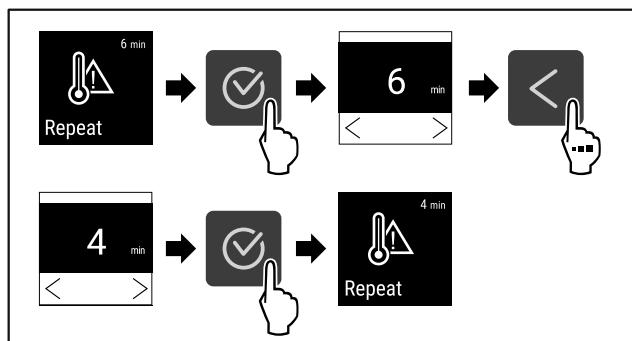

Fig. 101
- Провести етапи операцій (див. Fig. 101).